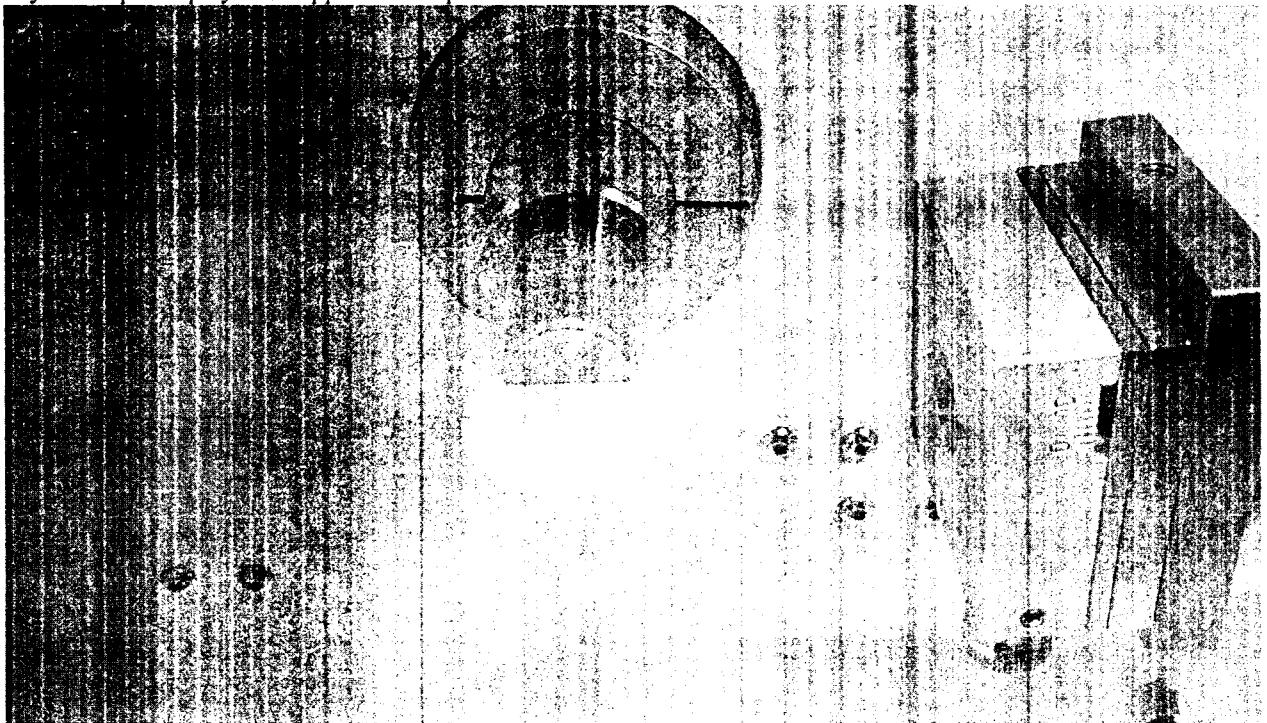

Рисунок 1 - Установка образца для измерений
6.4.2.1. Установить стандартный образец в держатель образца (см. Рис. 1) и закрыть защитную дверь корпуса дифрактометра.